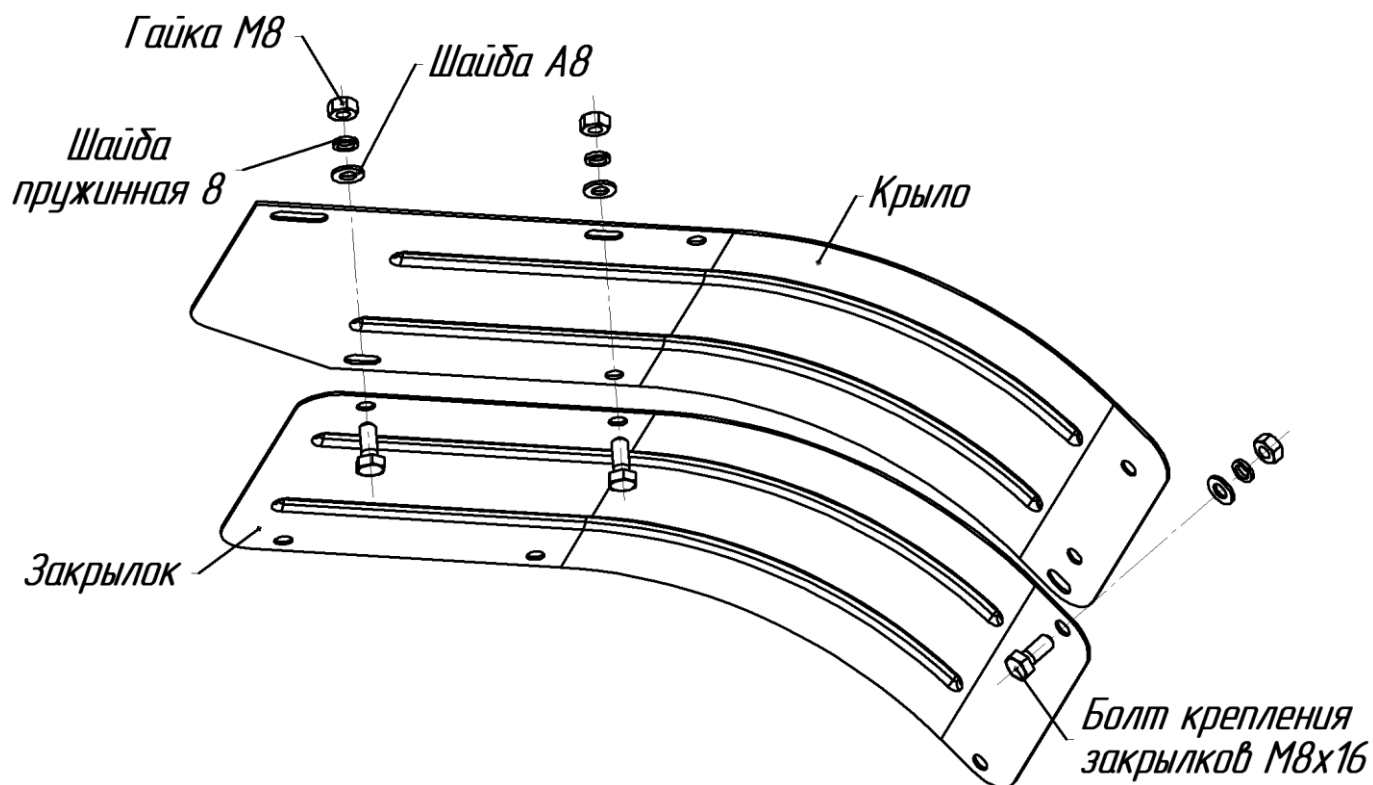

Рис.10 Схема крепления закрылков
21. При фрезеровании защитные устройства, закрывки и щитки должны быть установлены на соответствующие места и надежно закреплены с помощью исправного стандартного инструмента (рис.10).
10. При работе с фрезами-культиваторами необходимо установить закрывки (рис.10).